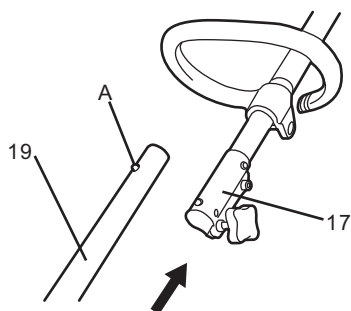

Fig. 2a
- > Alignez la partie inférieure du tube (19) avec le fermail (17) de manière à ce que la goupille de sécurité (fig. 2a, A) soit orientée vers le trou situé au milieu du fermail.
- > Appuyez sur la goupille et insérez le tube inférieur (19) dans le fermail (17) (fig. 2a).